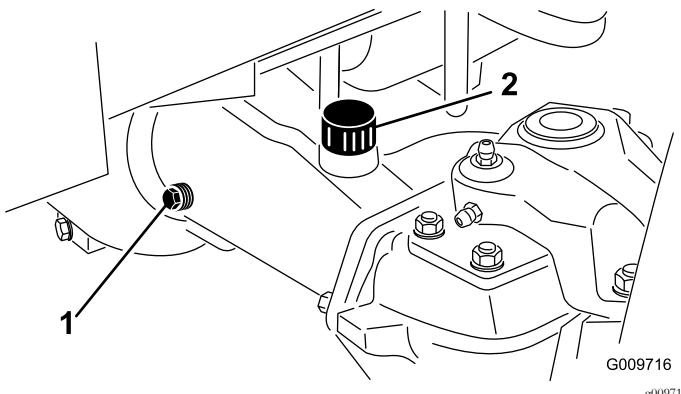

図 56
2. アクスルの一方の端部から点検用プラグ図 56 を抜き、穴の高さまで潤滑油があることを確認する。
注 量が不足の場合は、給油プラグ図 56 をはずして補給する。